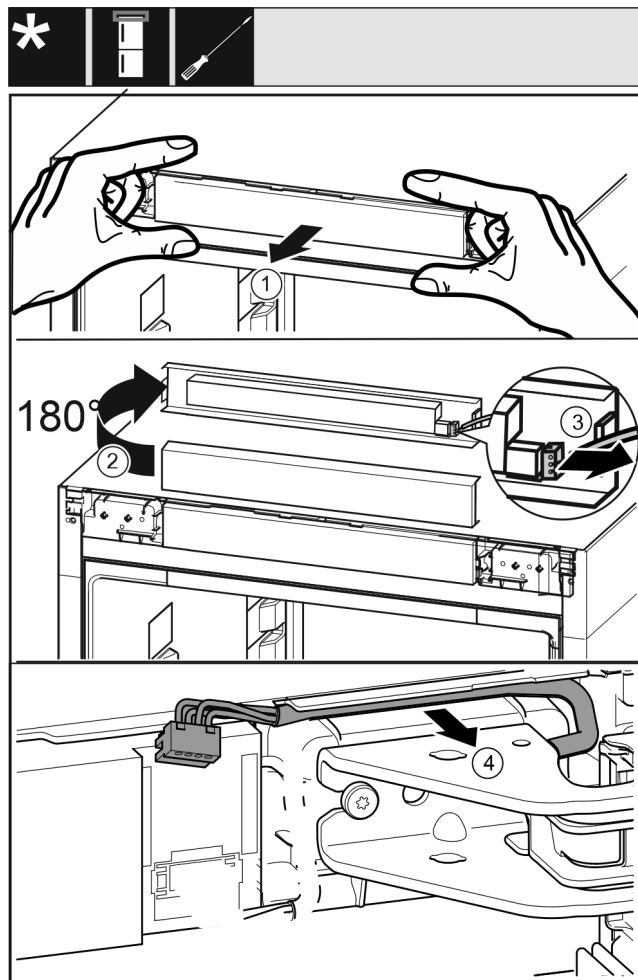

Fig. 9
- ▶ Λύστε την πρόσοψη χειρισμού της συσκευής προσεκτικά προς τα εμπρός. Fig. 9 (1)
- ▶ Περιστρέψτε την πρόσοψη χειρισμού προς τα επάνω κατά 180°. Fig. 9 (2)
- ▶ Πιέστε την προεξοχή ασφάλισης προς τα πίσω και τραβήξτε προσεκτικά έξω το φισ. Fig. 9 (3)
- ▶ Απελευθερώστε το καλώδιο πάνω από το στήριγμα προσεκτικά από τον οδηγό. Fig. 9 (4)